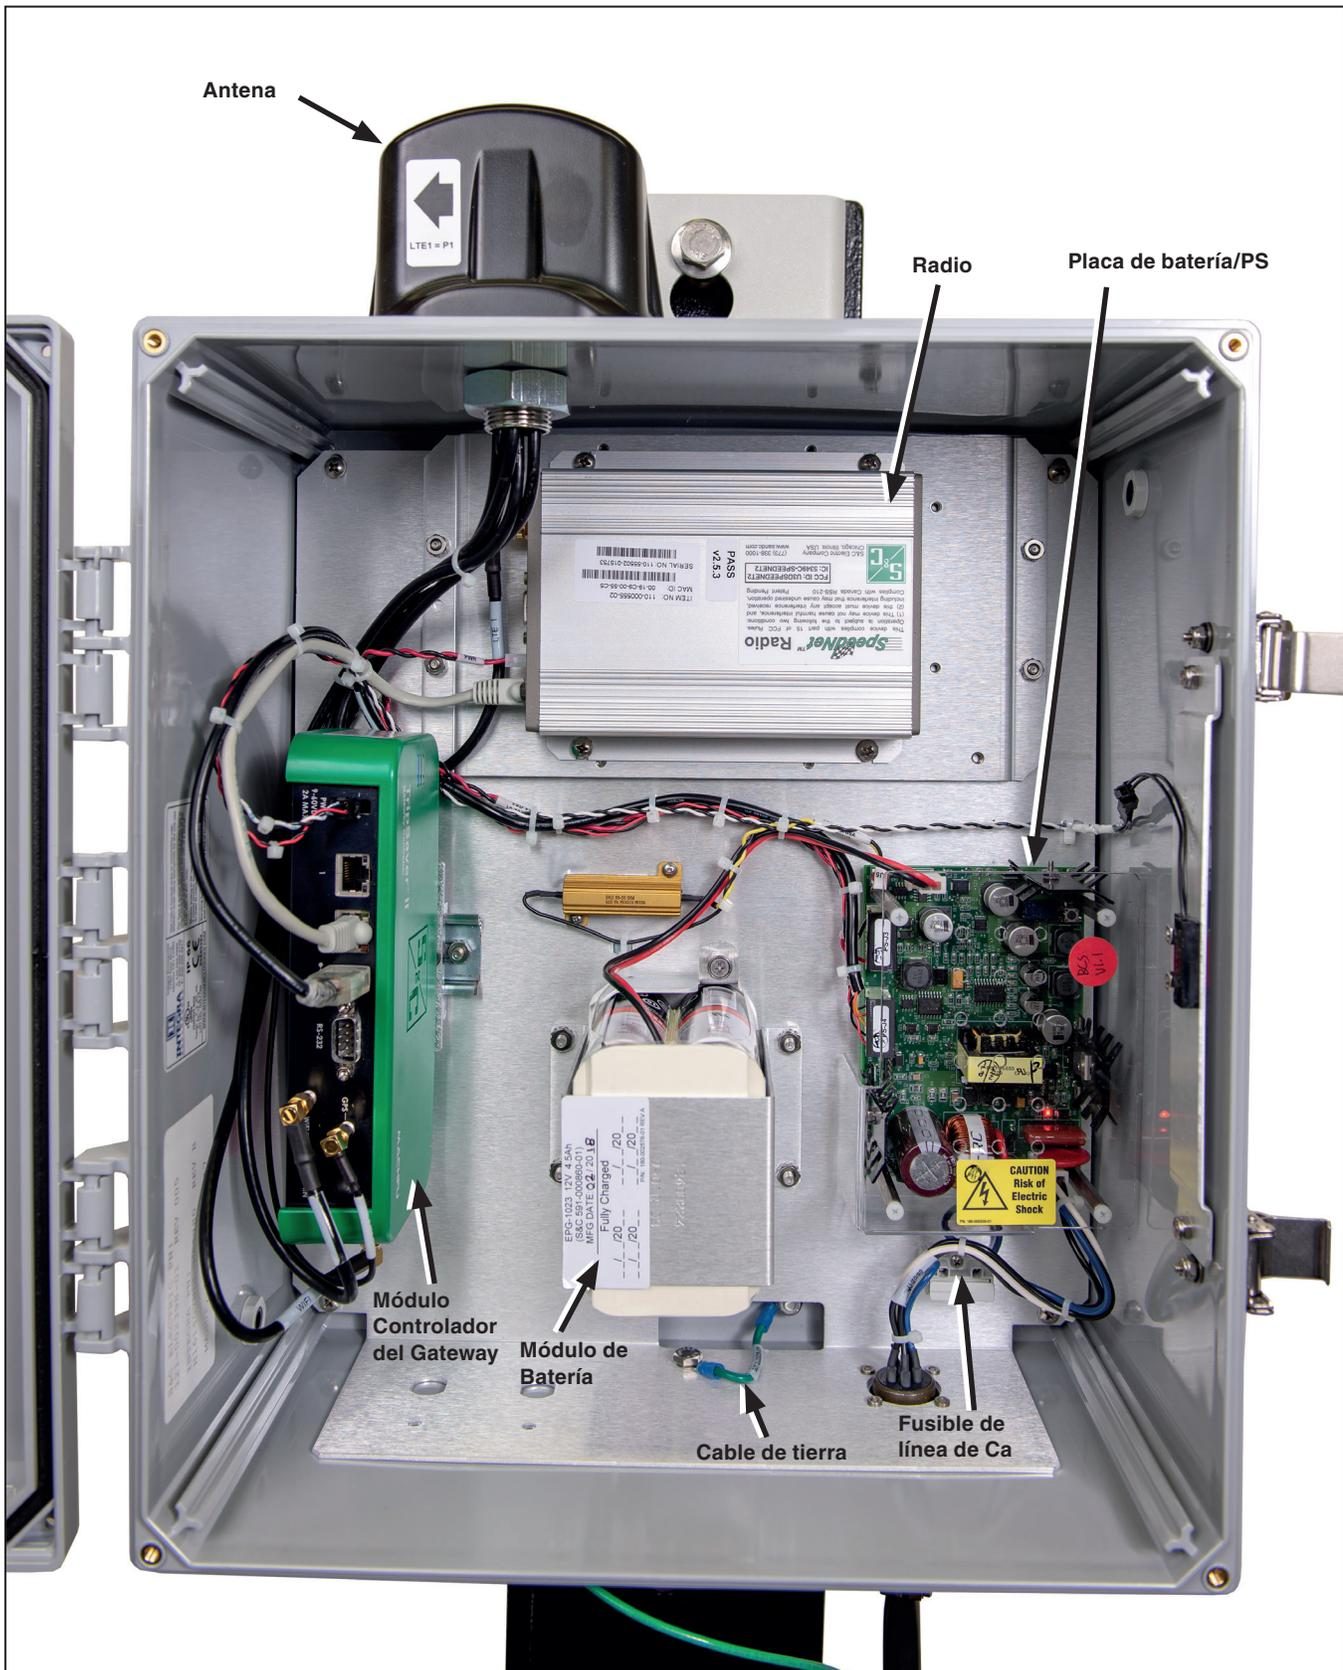
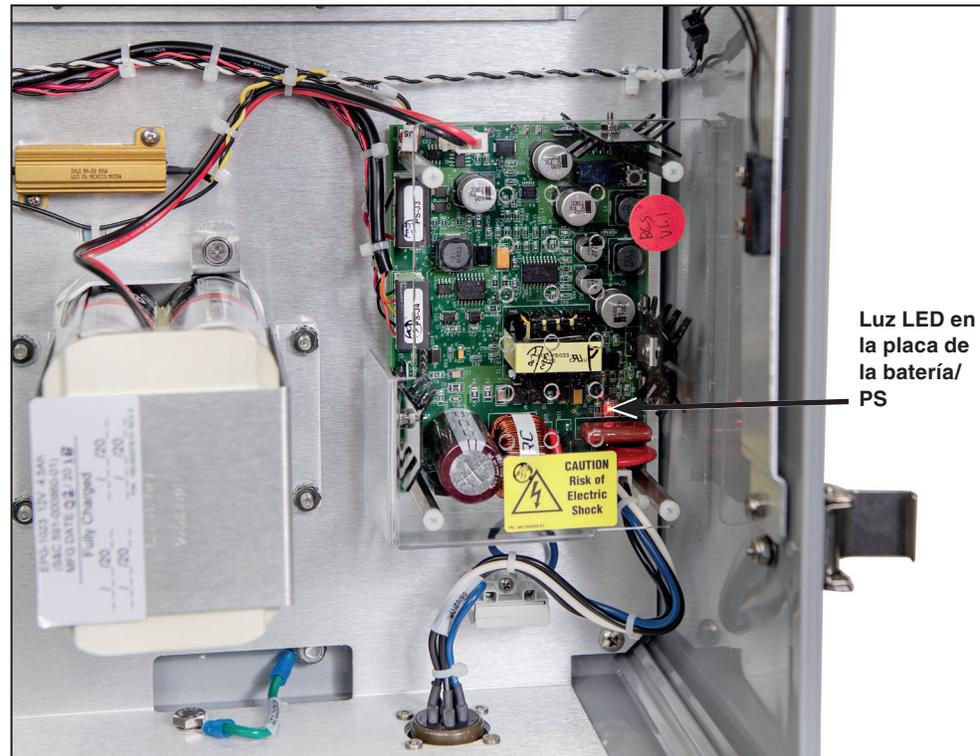

Figura 1. El Gateway de Comunicaciones TripSaver II.
Figura 3. El Control PS del Gateway de Comunicaciones y Placa de la Batería.
- PASO 5.** Después de un corto retardo, los LEDs en la placa de la batería/PS y control del gateway de comunicaciones debería iluminarse, indicando que el gateway de comunicaciones está recibiendo energía. Vea la Figura 1 en la página 8 y Figura 3.